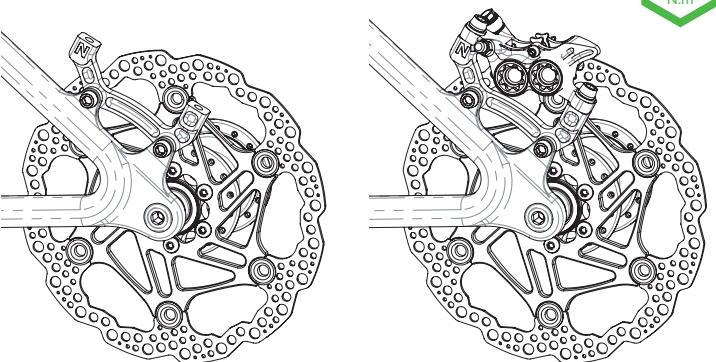

Fig 002
**001** En fonction du type de fixation et du diamètre de disque utilisé, mettre en place l'adaptateur de frein qui convient et serrez les 2 vis M6 à l'aide d'une clef Allen de 5mm. Couple de serrage recommandé : **8-9 N.m**. Illustration **Fig 002**.